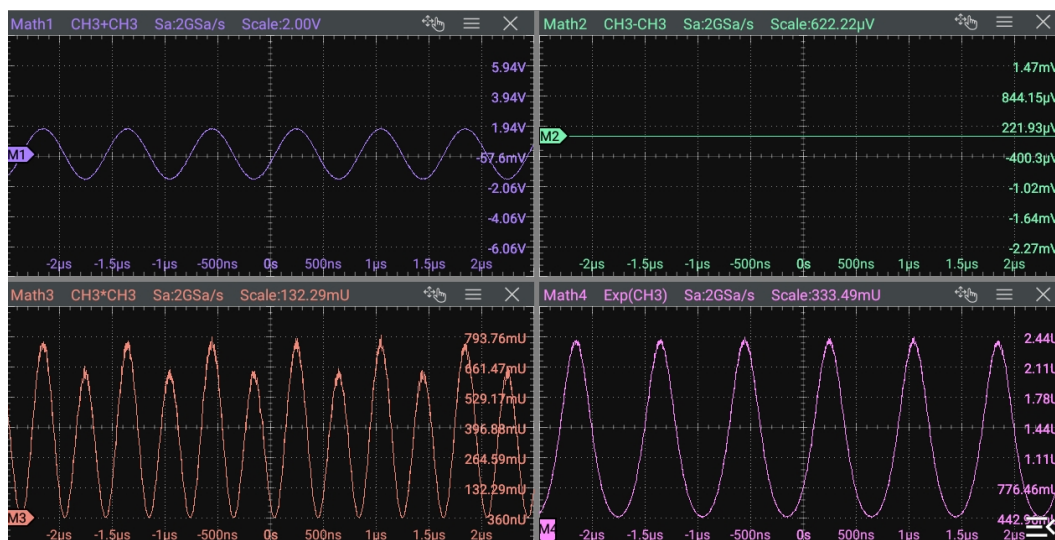

图 9.2 运算结果的波形显示窗口
- 点击屏幕下方的 Math1~Math4 标签，会在屏幕上出现对应的界面，如 图 9.2 所示。再次点击标签或点击窗口右上角的  按钮可进入数学运算菜单。
在 **数学运算** 菜单中，点击 **运算** 开关按钮，可以选择打开 (ON) 或关闭 (OFF) 运算结果的波形显示窗口，默认选择 OFF。Math1~Math4 设置为 ON 后，屏幕上显示如 图 9.2 所示。